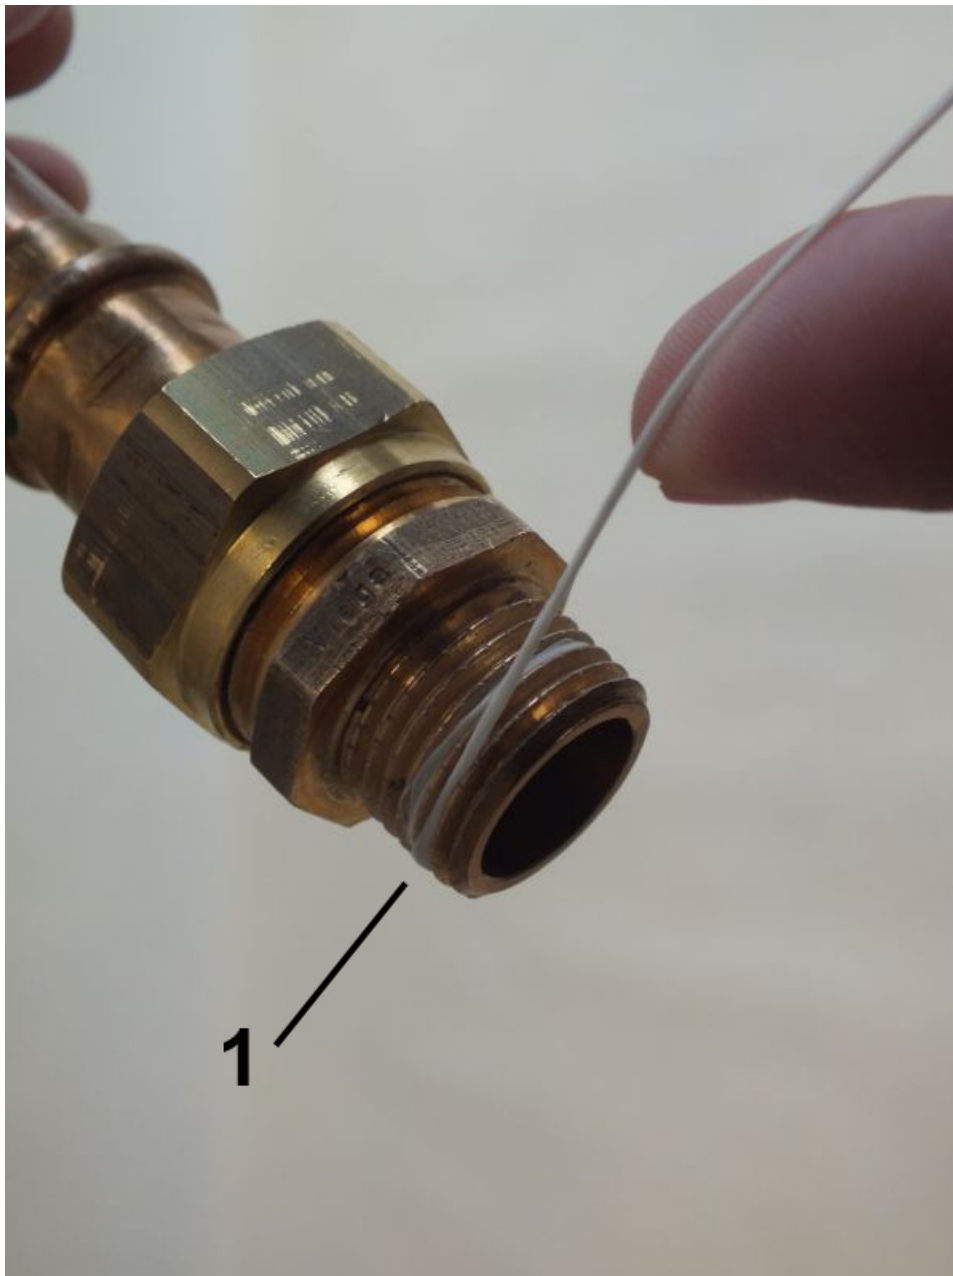

Abb. 9: Dichtfaden aufbringen
2. Dichtfaden (Abb. 9/1) in Gewinderichtung auf das aufgeraute Gewinde aufbringen, und dabei Mengenangaben des Dichtmittelherstellers beachten.